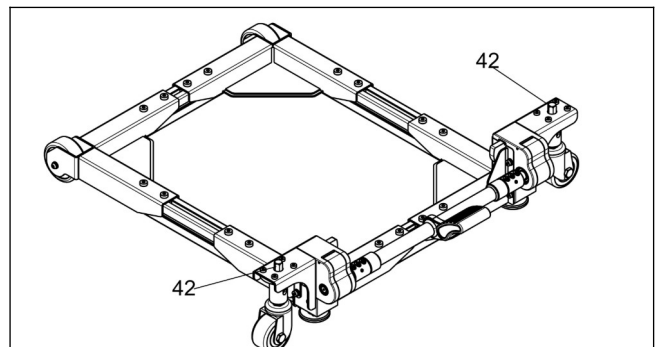

Abb.11
a. Drehen Sie mit dem Ringgabelschlüssel „D“ die Stellschrauben „42“ im Uhrzeigersinn, um die Basis am entsprechenden Punkt anzuheben, Absenken funktioniert gegen den Uhrzeigersinn. Stellen Sie hier sicher, dass eine Bodenfreiheit von mindestens 10mm bzgl. der Stützfüße oder dem Maschinensockel vorhanden ist. (siehe **Abb.11**)